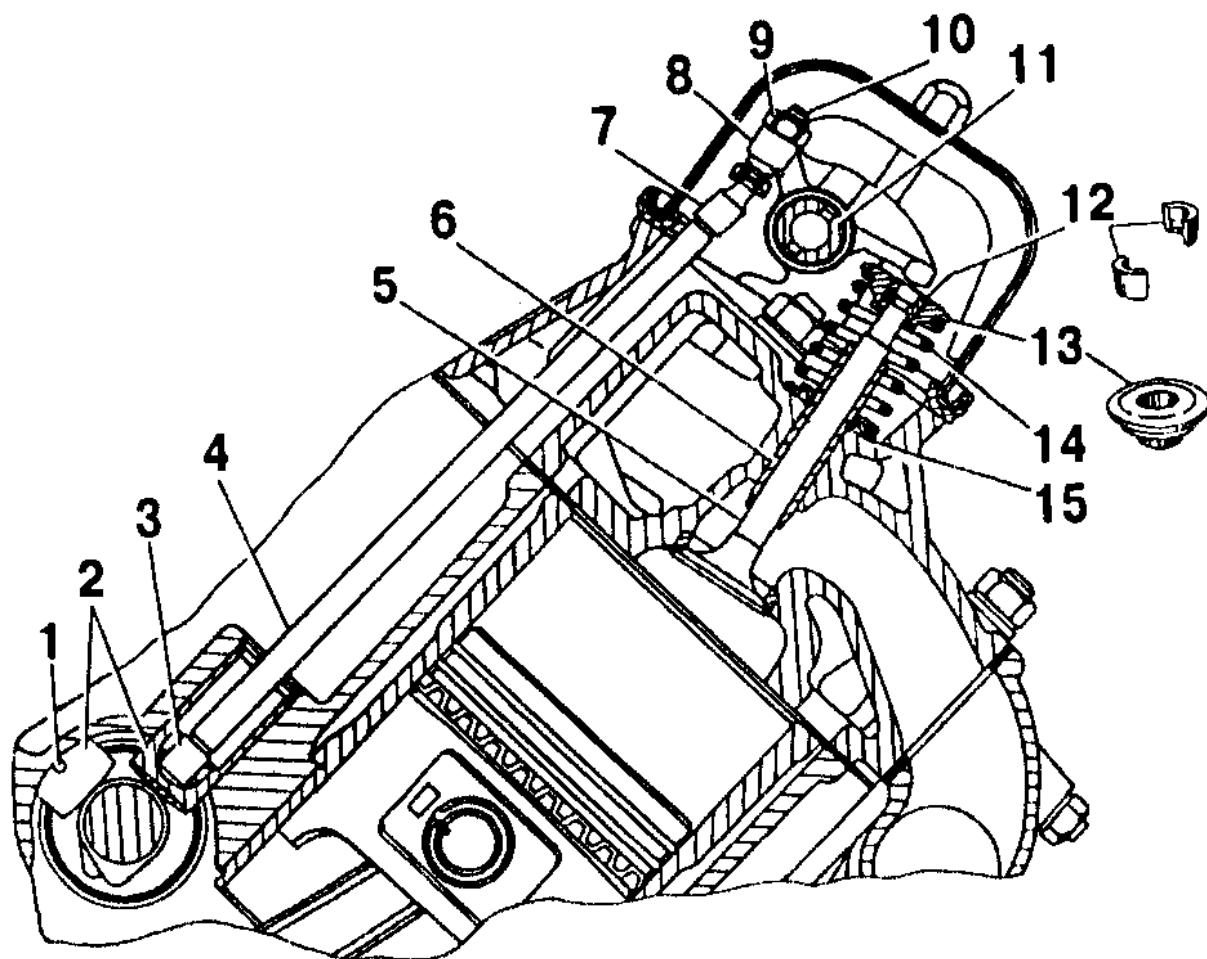

Рис.10. Механизм привода клапанов:
Механизм газораспределения – верхнеклапанный с нижним расположением распределительного вала в блоке цилиндров и приводом клапанов (рис.10) через толкатели 2, штанги 4 и коромысла 8 с регулировочными винтами 10. Количество клапанов на цилиндр – два.
- ослабить контргайку 9 (рис.10) регулировочного винта 10;